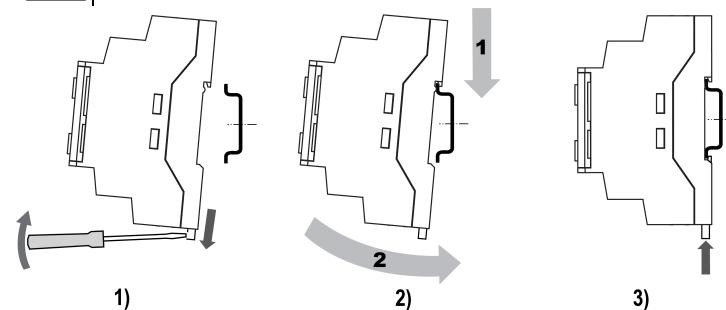

Рисунок 1 – Монтаж і демонтаж пристрію
- Вставивши викрутку у вушко, відтягнути засувку (див. рисунок 1, 1). Пристрій встановити на DIN-рейку.
- Пристрій притиснути до DIN-рейки (див. рисунок 1, 2, стрілки 1 і 2). Викруткою повернути засувку в початкове положення.